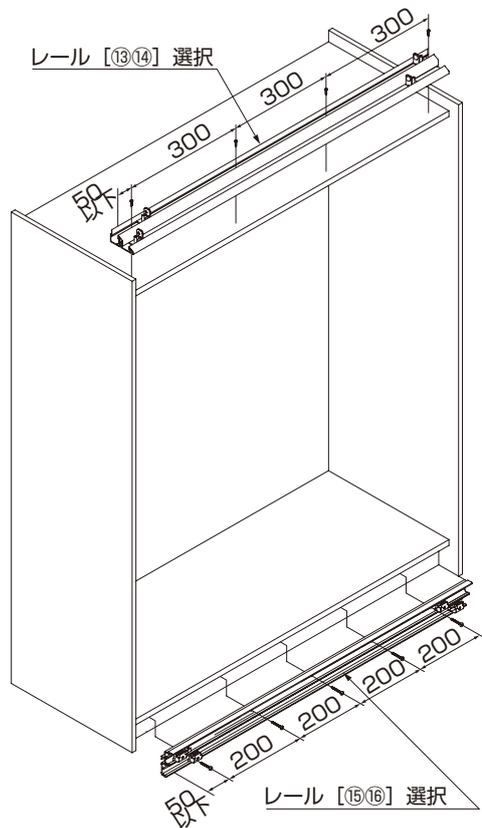

図 2-3-1
③ レールをキャビネットに取り付けます
(1)上用のレール(⑬または⑭)をキャビネットに図 2-3-1および次のようにキャビネットへ取り付けてください。